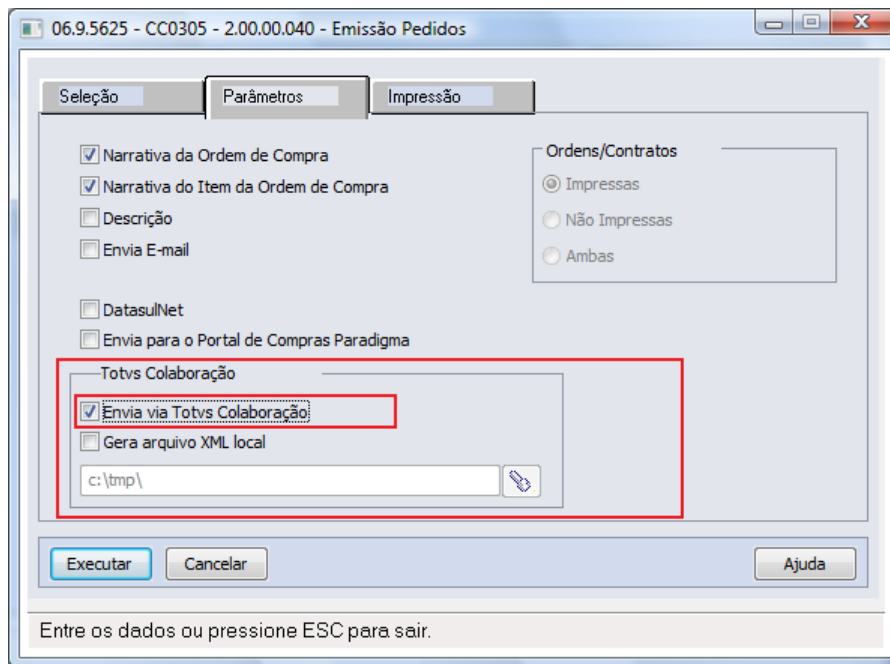
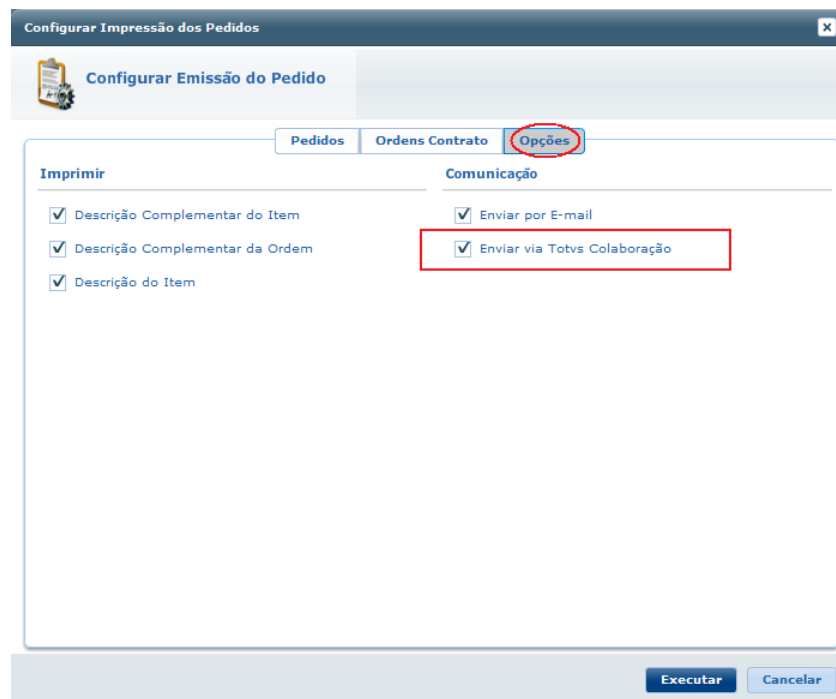

Figura 8 – Emissão de Pedido de Compra Progress – Folder Parâmetros
Figura 9 – Emissão de Pedido de Compra Flex – Folder Opções
- Emissão de Pedido de Compra – Realiza o envio de pedido de compra para o fornecedor via TOTVS Colaboração, conforme figura 8. Pode também ser enviado utilizando a Emissão de pedido flex, conforme figura 9.